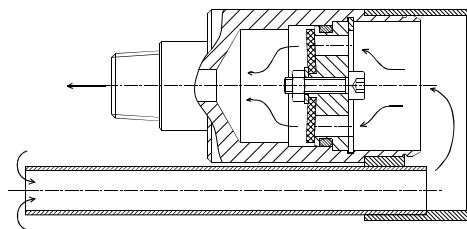

Fig. 10.3
- 4) Reinigung des Gasballastventiles (Fig. 10.3)
- 4) Cleaning of gas ballast valve (Fig. 10.3)
- 4) Nettoyage du lest d'air (Fig. 10.3)